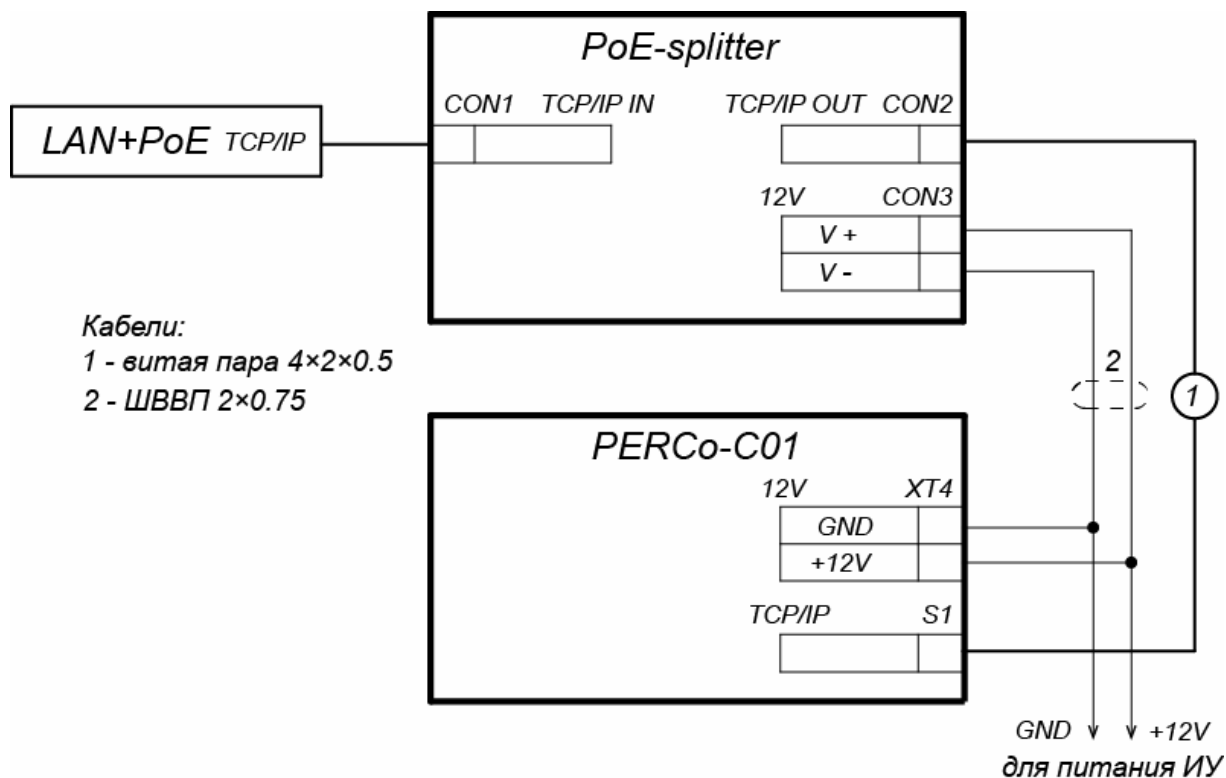

Рисунок 21. Схема подключения контроллера через PoE-сплиттер
3. Подключите цепи питания контроллера и при необходимости управляемого им ИУ к разъему **Con3** сплиттера. Схема подключения приведена на рис. 21 (штекер для подключения к разъему входит в комплект поставки сплиттера).